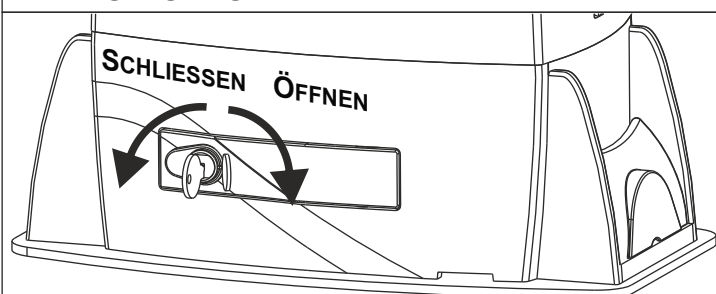

Fig. 28
- Die Schutzklappe des Schlosses öffnen, den Schlüssel einführen und um 90° im Uhrzeigersinn drehen (Abb. 28)